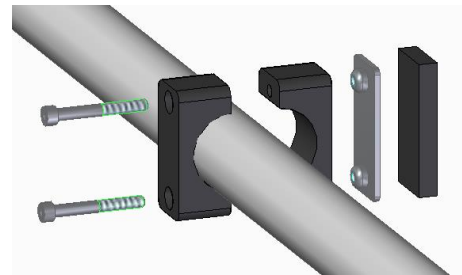

Abbildung 3
Zum Schutz vor Kollision zwischen Tür und Fahrradträger kann ein zusätzlicher Anschlag (8) am fahrzeug-näheren Querrohr mit zwei Zylinderschrauben M6x50 montiert werden (Abb. 3).